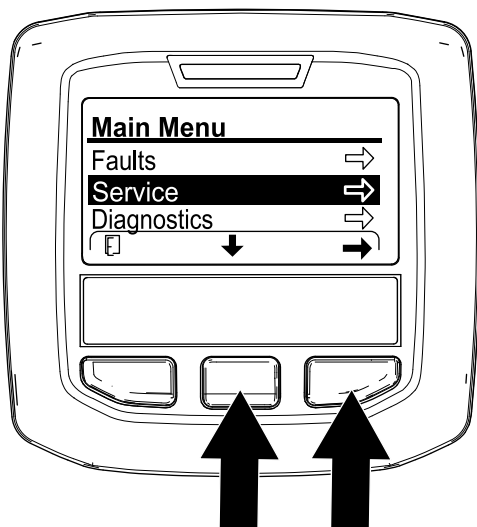

Figura 130
- En el InfoCenter, desplácese hasta el MENÚ PRINCIPAL (Figura 130).